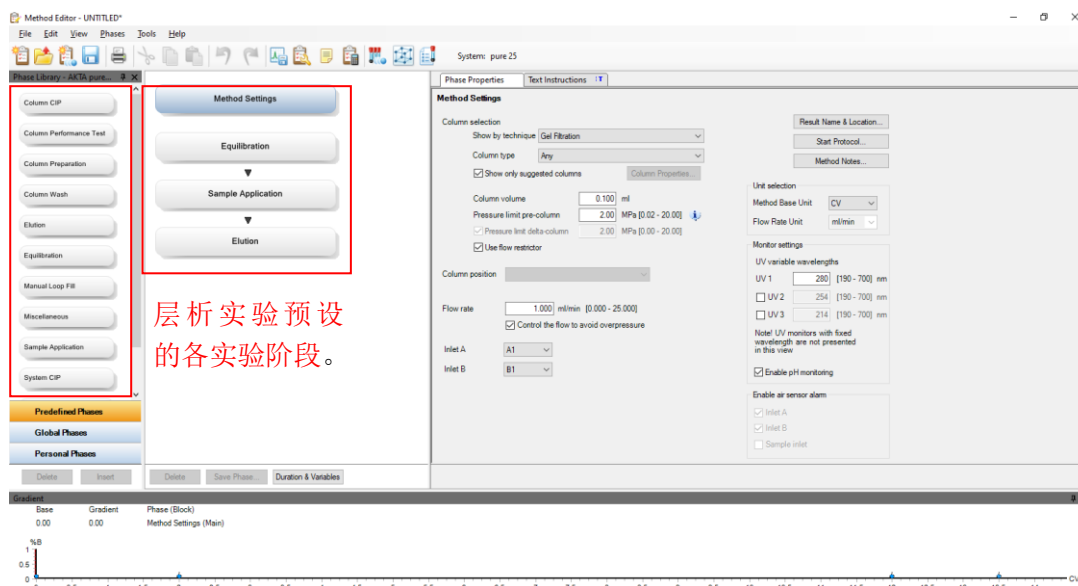

图6.2 新建方法
6.6.3.1 如图6.2方法编辑界面中出现预设的Gel Filtration层析实验的各个阶段及参数。